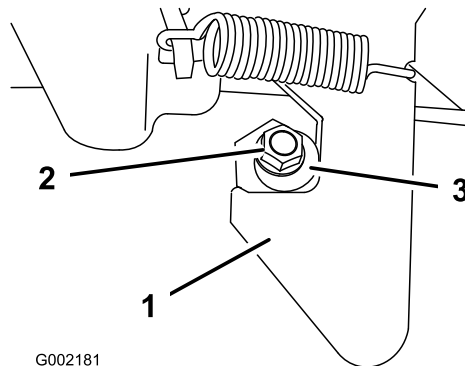

Figura 71
1. Desaperte a porca de bloqueio na extremidade do perno do trinco (Figura 71).
2. Rode o perno do trinco no sentido dos ponteiros do relógio até encostar à zona de gancho do trinco (Figura 71).